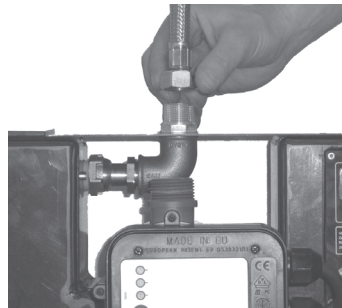

Bild 3
- Trinkwasseranschluss dicht und fest mit dem ¼"-Anschluss des Schwimmerventils verbinden, siehe Bild 3.